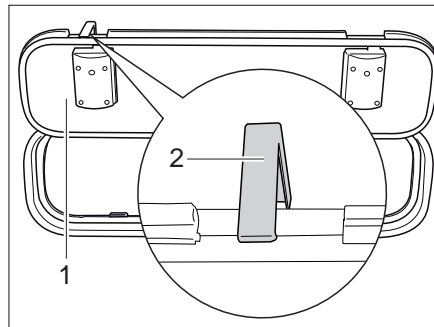

Fig. 54 Gancho de retención trampilla exterior
- Abrir la trampilla exterior (Fig. 54,1) y girar el gancho de retención (Fig. 54,2) hacia arriba en la pared del vehículo.
- Empujar el gancho de retención (Fig. 54,2) hacia arriba.